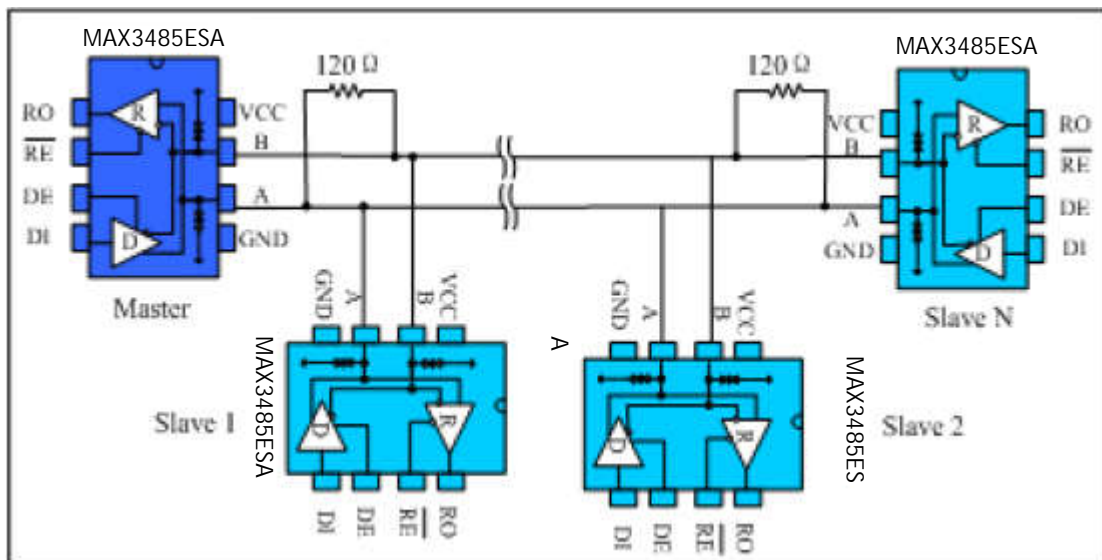

图 9 总线式 RS485 半双工通讯网络
**4.1 总线式组网：**MAX3485ESARS485 收发器设计用于多点总线传输线上的双向数据通信。图 9 显示了典型网络应用电路。这些器件也能用作电缆长于 4000 英尺的线性转发器，为减小反射，应当在传输线两端以其特性阻抗进行终端匹配，主干线以外的分支连线长度应尽可能短。